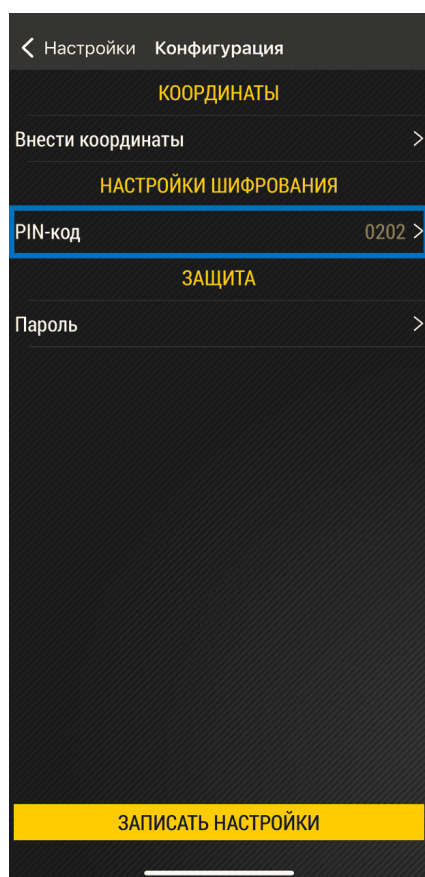

Рис.35. Настройки шифрования
2. Нажмите на строку «**PIN-код**» в секции «**Настройки шифрования**» (**Рис.35**).